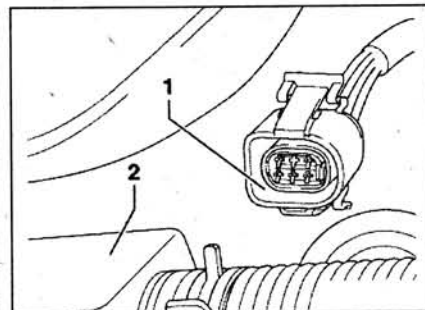

Рис. 3.35. Отсоедините разъем проводки 1 от расходомера воздуха.
9. Отсоедините разъем проводки 1 от расходомера воздуха 2 (рис. 3.35). Включите зажигание.